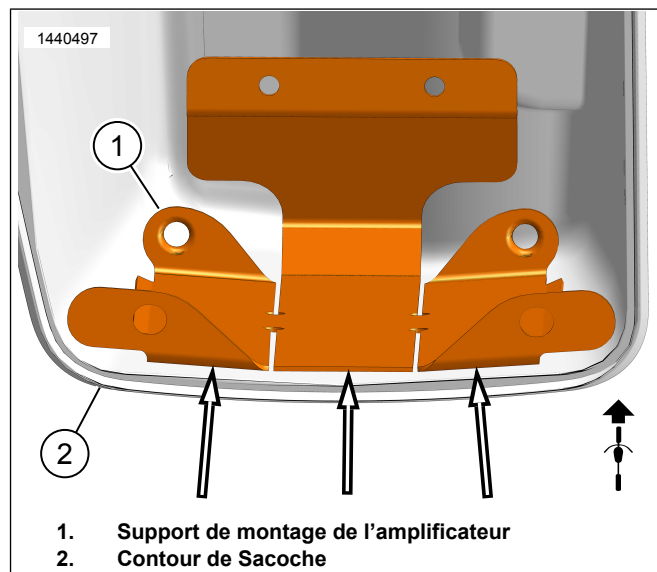

Figure 6. Contour de la Sacoche
- b. Voir la Figure 6. Utilisez des fentes dans le support de montage (1) pour plier et se conformer au contour de la sacoche (2) sans bascule. Cela assurera un meilleur contact et adhérence avec la bande. Ne pas peler le ruban pour l'instant.